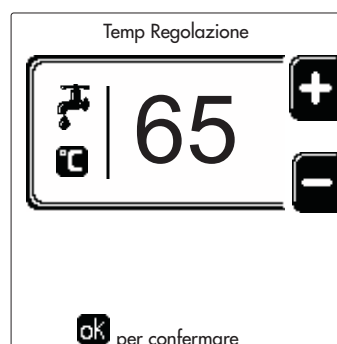

fig. 16
- **ON**. In caso di richiesta Riscaldamento/Sanitario, la caldaia lavora alla Temperatura di Regolazione Riscaldamento/Sanitario (fig. 14/fig. 16) impostata.
- **•**. In caso di richiesta Riscaldamento/Sanitario, la caldaia lavora alla Temperatura di Regolazione Ridotta. La temperatura Ridotta si ottiene sottraendo il valore della Temperatura Regolazione Riduzione (fig. 15/fig. 17) alla Temperatura di Regolazione Riscaldamento/Sanitario (fig. 14/fig. 16) impostata.